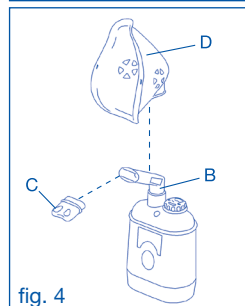

fig. 4
4. Sedetevi comodamente tenendo in mano il nebulizzatore, appoggiate il boccaglio (B) alla bocca oppure utilizzate il nasale (C) o la mascherina (D) o (E) (fig. 4).